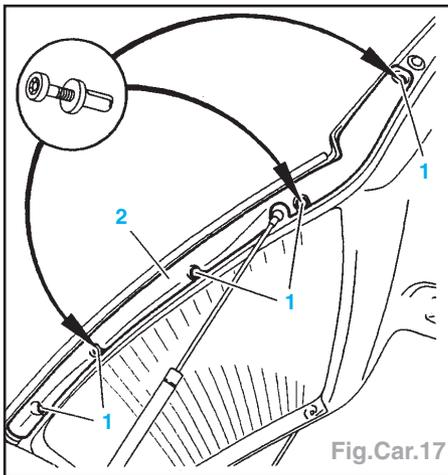

Fig.Car.17
- Déposer (Fig.Car.17 à 21) :
- les pions rivet (1),
- le protecteur de faisceau (2),
- les pions rivet (4),
- le 3^{ème} feu stop (6),